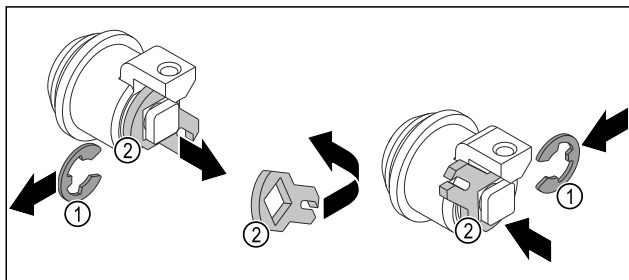

Fig. 15
- Estrarre l'anello di sicurezza Fig. 15 (1).
- Rimuovere il gancio di chiusura Fig. 15 (2), capovolgerlo e reinserirlo.
- Inserire l'anello di sicurezza Fig. 15 (1).